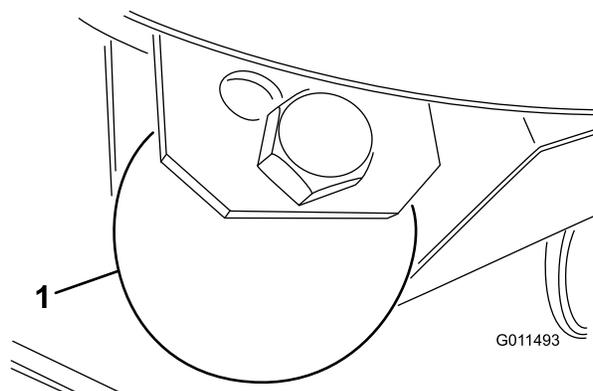

Figura 25
- Retire o parafuso e a porca que fixam a roda guia aos suportes da unidade de corte (Figura 25).